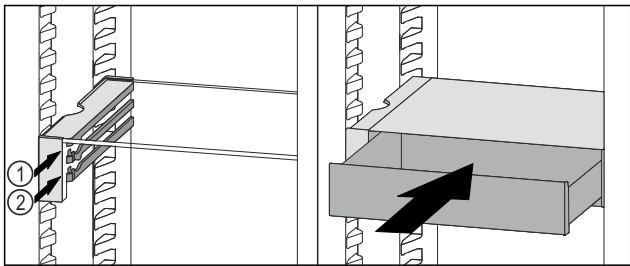

Fig. 44
- ▶ Встановити висувний ящик VarioSafe за стопорами на потрібне ребро Fig. 44 (1) або Fig. 44 (2).